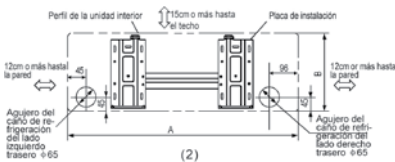

Fig. 5
- Determinar la posición del agujero de acuerdo con el detalle del gráfico Fig.5. Hacer un (1) agujero (ϕ 65mm) con una leve inclinación al lado exterior.